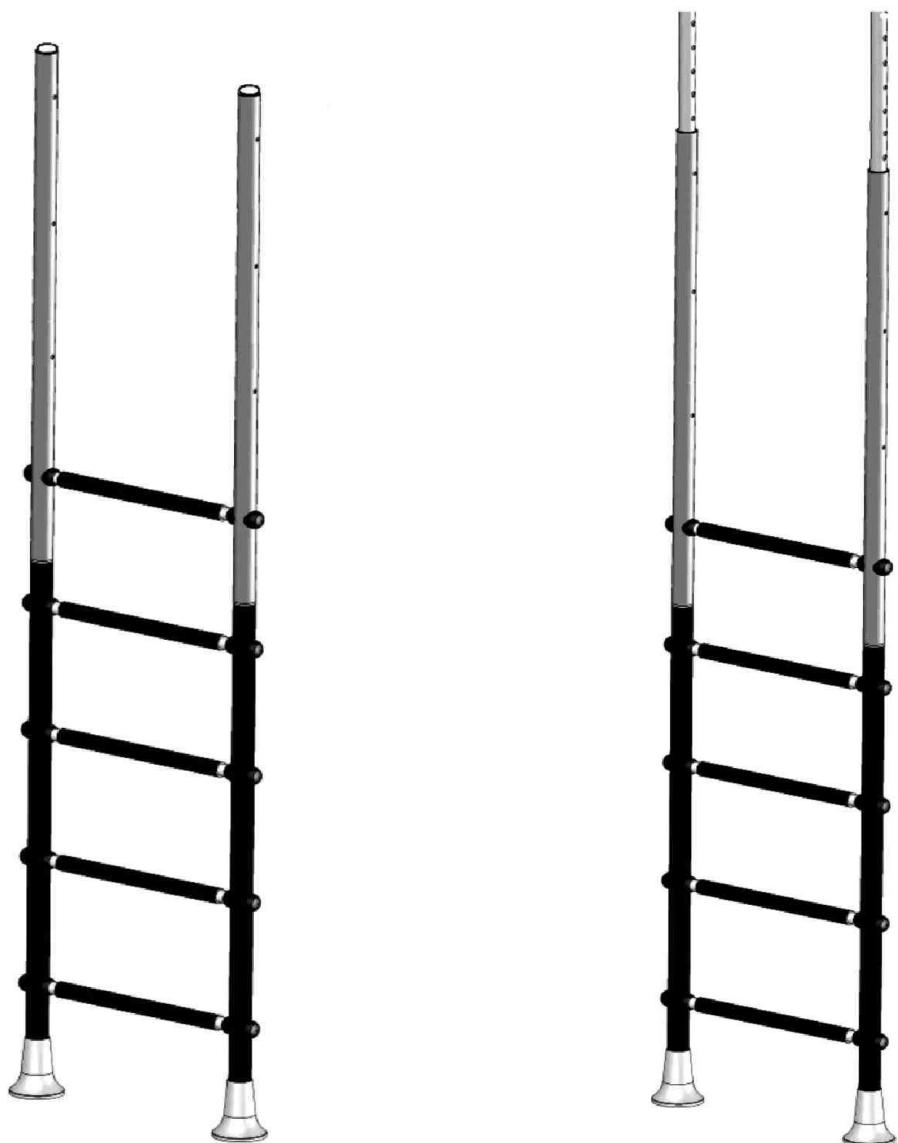

Рис.1
6.2.1. Состыковать нижние и верхние стойки между собой. Рисунок 1.
6.2.2. Соединить собранные стойки между собой пятью ступеньками. Рисунок 1.